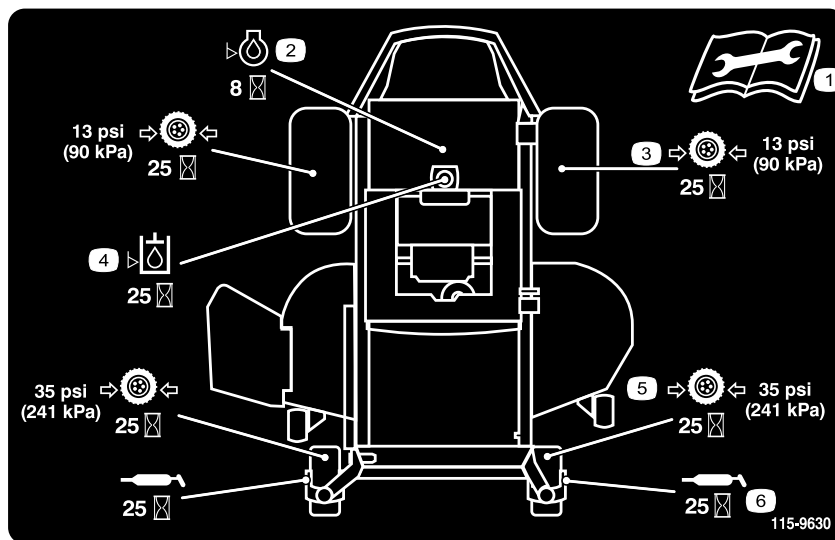

Figura 40
3. Pulite i raccordi d'ingrassaggio (Figura 41 e Figura 40) con un cencio, e togliete eventuali tracce di vernice davanti ai raccordi.
4. Collegate un ingrassatore a pressione a ciascun ingrassatore (Figura 40 e Figura 41). Pompate del grasso nel raccordo finché non inizia a fuoriuscire dai cuscinetti.